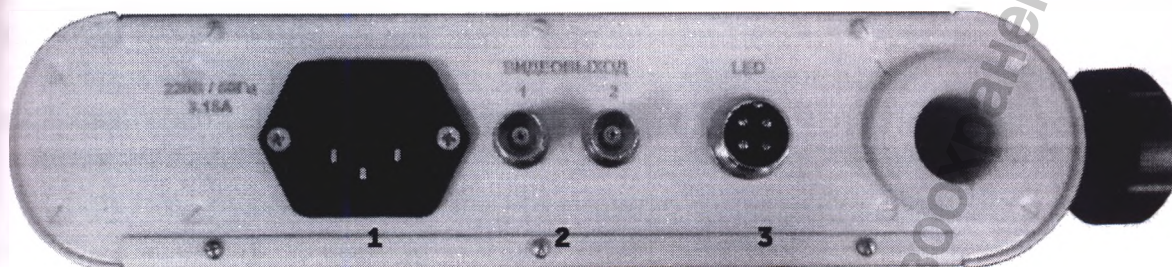

Рис.7
Подключите кабель питания в сетевой разъем 1 (рис.7) и вставьте розетку в сеть.
4. При использовании видеокамеры воспользуйтесь разъемами 4 и 5(6) (рис.6) и видеовыходами 1 и 2 (рис.7). А также разъемами 16 и 17.